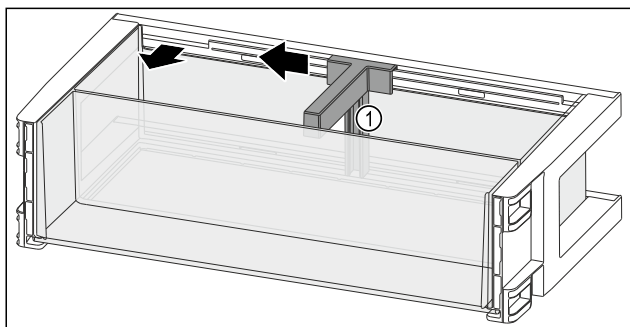

Fig. 115
- ▶ Držalo za steklenice Fig. 115 (1) potisnite povsem na stran do odprtine.
- ▶ Odstranite držalo za steklenice Fig. 115 (1).